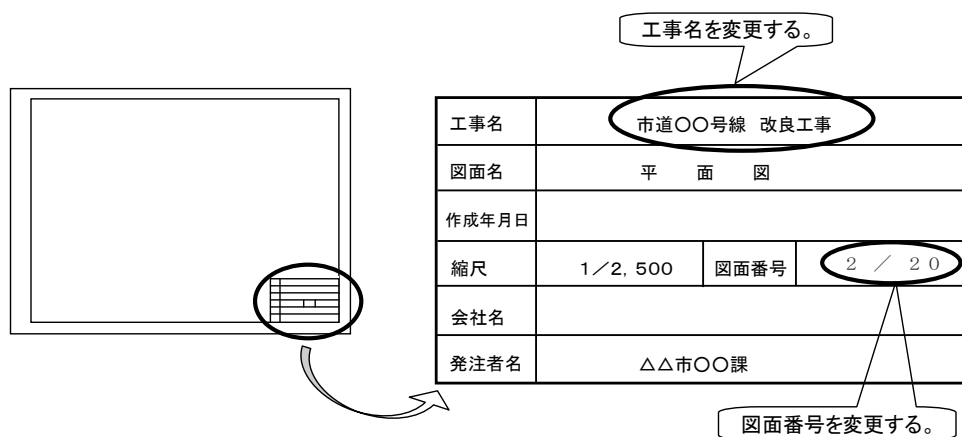

図 2-2 表題欄の工事名及び図面番号等の修正イメージ
- 「2.1.3. (1) 発注用CAD図面作成」に従って図面の表題欄の工事名及び図面番号等を修正する。(表 2-2 作図におけるレイヤ名及び代表色 (参考) 参考) 例えば図枠を編集する場合、レイヤ名の1階層目の名称が「図枠」または「TTL」と命名されたレイヤ上で修正を行う。(図 2-2 参照)
追加図面と発注図の順番を組み直し、図面の表題欄の図面番号等を修正する。手引き【工事編】に従って作成されたCAD図面の場合は、レイヤ名の1階層目の名前が「図枠」または「TTL」のレイヤを修正する。(図 2-2 参照)